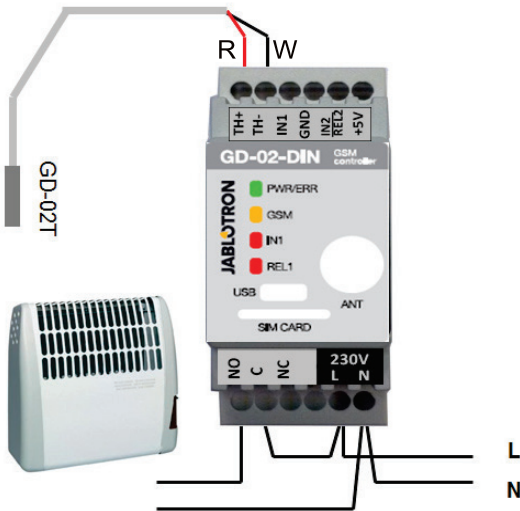

Fig. 5: Måling af temperaturen og kontrol af el-varmer.
- En kontrolleret enhed skal tilsluttes via REL 1 (se fig. 5) strømuttagskontakterne i denne tilstand.
- Brug GD-Link software på "Termostat" fanen, tillad funktionen "Aktiver termostat (REL 1) tilstand." Indstil "Komfort (TC) og Økonomi (TE) temperaturerne". For Termostat tilstand kan "Hysteres" indstilles for regulering indenfor en grænse på 0.1 – 9°C (tolerance på grund af varmesvingninger.)